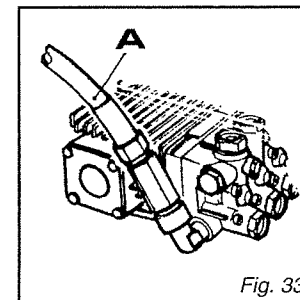

Fig. 33
2) Scollegare il tubo di aspirazione dell'acqua dalla pompa alta pressione (fig.33)
2) Disconnect the water suction hose from the high pressure pump (fig. 33).
2) Débrancher le tuyau d'aspiration de l'eau de la pompe à haute pression (fig.33)
2) Den Wasseransaugschlauch von der Hochdruckpumpe abnehmen (Abb. 33).
2) Desconectar el tubo de aspiración del agua de la bomba de alta presión (fig.33)